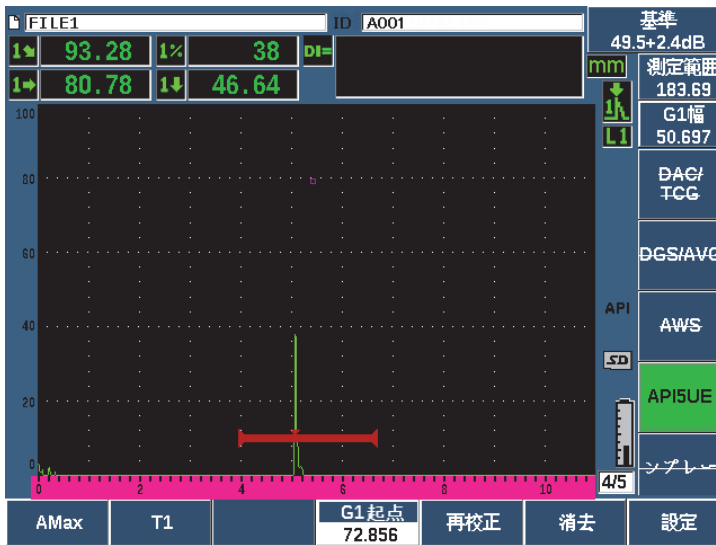

図 11-26 T_1 ポイントの保存
8. RefT1 (P2) を押して、最初のピークから 6 dB 低下した位置を収集し、この値を T_1 として割り当てます (278 ページの図 11-26 参照)。